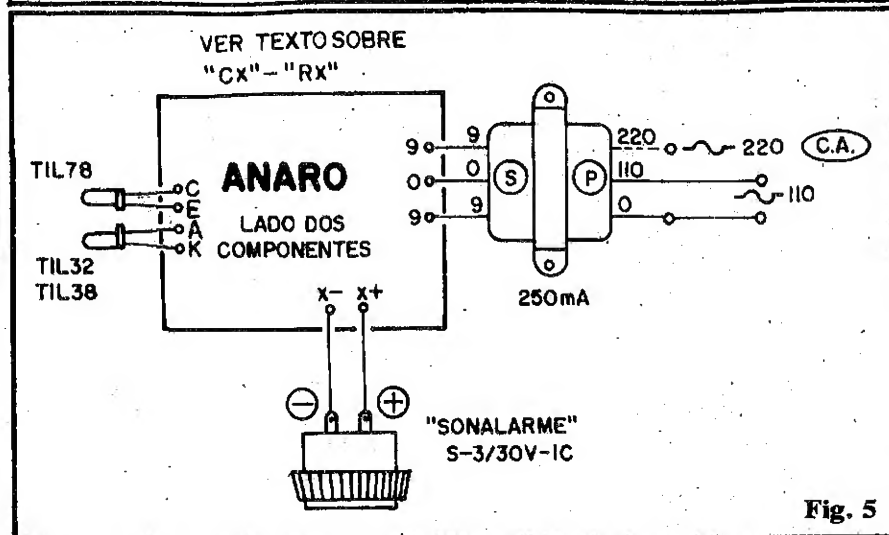

Fig. 5
**- FIG. 5 - SEGUNDA OPÇÃO PARA O TRANSDUTOR** - Pode acontecer do caro Leitor/Hobbysta encontrar alguma dificuldade na obtenção do projetor de som específico, à prova d'água, com a impedância de 4 ohms, indicado no decorrer do presente artigo... Não é caso para "desespero"! Dois bons tweeters (magnéticos, não piezo...), com impedância de 8 ohms, devidamente **paralelados** (atenção ao "casamento" de fase, notando a indicação das "polaridades" dos terminais, mostradas na figura...), determinarão a impedância final de 4 ohms, requerida, além de permitir uma ex-
- FIG. 5 - CONEXÕES EXTERNAS À PLACA - São poucas, mas muito importantes, as ligações e componentes que ficam fora da superfície principal do Circuito Impresso. Na figura, a placa ainda é vista pelo lado não cobreado (dos componentes...), igualzinho ocorreria na figura anterior. Atenção às ligações do secundário do transformador de força (notar que o primário foi deixado "em aberto", de modo que o usuário possa adequar as conexões à rede de 110 ou de 220V...). As conexões ao buzzer devem obedecer à polaridade dos terminais, que são nitidamente
- Na sua disposição final, o foto-emissor e o foto-receptor devem ficar lado a lado, guardando o espaçamento natural que as posições das ilhas - na placa - lhes outorgam (ver fig. 5), bem alinhados e "paralelados", com suas "cabeças" guardando idêntico afastamento com relação à placa... **Exatamente** à frente de cada um dos componentes (já imaginando o conjunto dentro da caixa final...) deve existir um pequeno furo, com diâmetro um pouco maior do que o mostrado pelo próprio componente. Tanto o TIL32 (TIL38) quanto o TIL78 (este já dotado do tubo/filtro) devem ficar bem "encostados" aos respectivos furinhos, de modo que a superfície interna da caixa, em torno dos furos, não possa agir como blindagem ou como "espelho" para o feixe de infravermelho (o que reduziria o rendimento ótico do conjunto, ou mesmo interferiria muito com seu funcionamento).